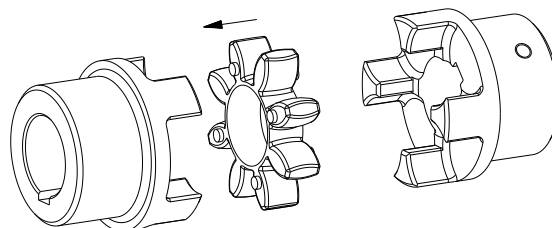

Fig. 11: Tandkransens montering
- Sæt tandkransen ind i navets knastdel på navene på ind- eller udgangssiden (se fig. 11).